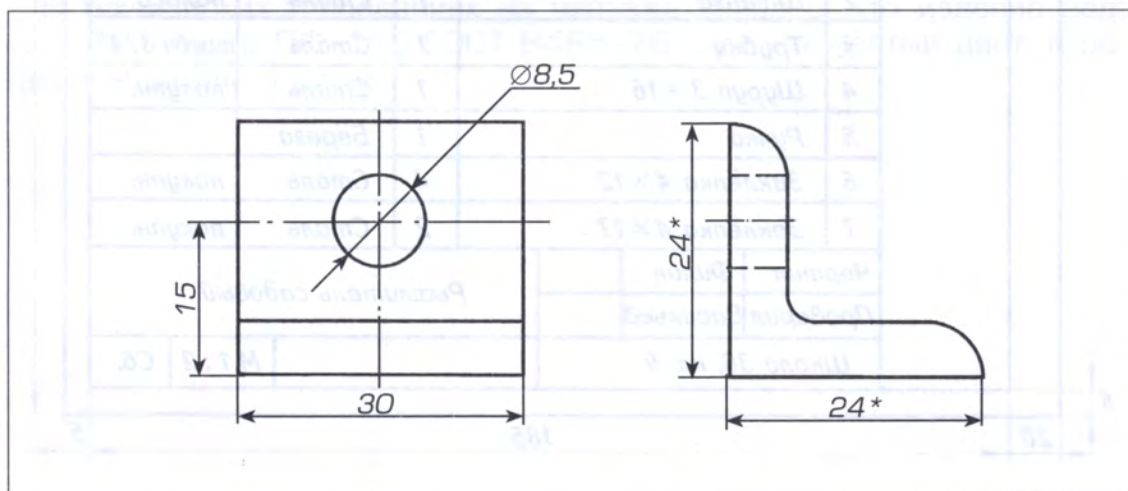

Рис. 124. Упор
Для примера рассмотрим чертёж упора, приведённый на рис. 124.
2. Почему на чертеже упора (рис. 124) рядом с размером 24 стоит значок «*»?